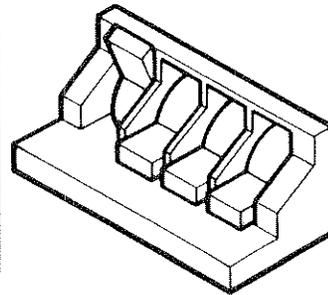

Figure 5 : Positionnement des Adresses
- Hewlett-Packard met votre unité à disques de l'adresse 0, tel qu'illustré dans la figure 5.
- Mettez les quatre petits sélecteurs d'adresse sur l'une des adresses présentées dans la figure 5.